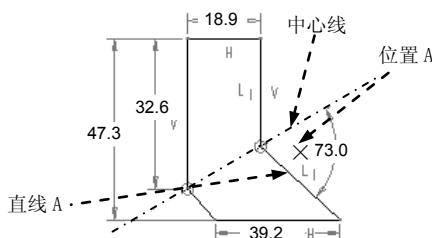

图 4.13.12 添加第一个角度标注
(1) 添加第一个角度标注。单击“标注”按钮 ，在图 4.13.12 所示的图形中，依次单击中心线和直线 A，中键单击位置 A 放置尺寸，创建第一个角度尺寸。